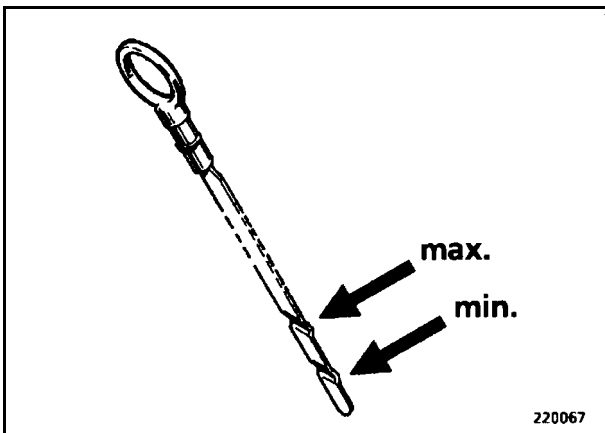
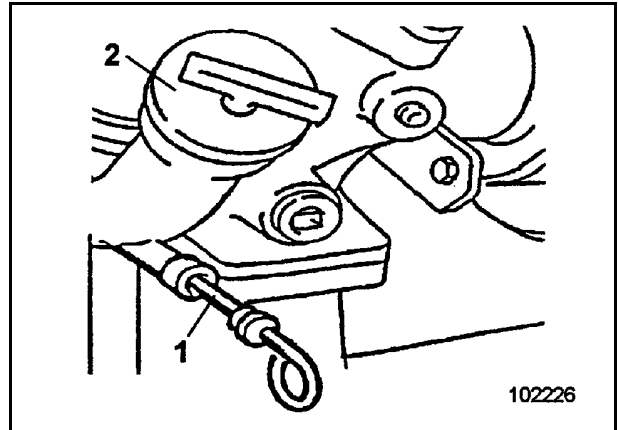

Fig. 3-12:
Fig. 3-13:
- Den Ölmeßstab (1, Fig. 3-13:) herausziehen.
- Den Ölmeßstab wieder herausziehen, der Ölstand soll zwischen den Markierungen (Pfeile, Fig. 3-12:) liegen. Liegt der Ölstand bei der Markierung "min" oder darunter, Motoröl über den Einfüllstutzen (2, Fig. 3-13:) nachfüllen.